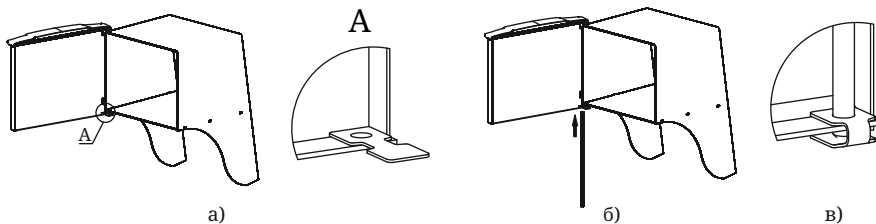

Рисунок 7. Установка дверцы при монтаже печи
2. Установите дверцу на втулки топливного канала, совместив отверстия (рисунок 7.а);
3. Совместите отверстие упора с нижним отверстием каркаса, при этом упор должен располагаться внутри каркаса (рисунок 7.а);
3. Вставьте ось через отверстия снизу вверх (рисунок 7.б),
4. Подогните упор, фиксируя конец оси между площадками упора (рисунок 7.в).